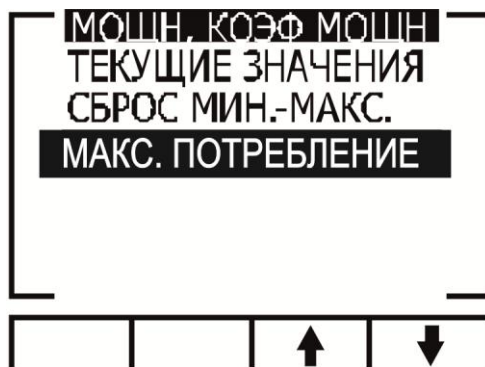

Рис. 33
2. Нажмите Enter, на дисплее появится экран вывода значений мощности и коэффициента мощности (рис. 33):